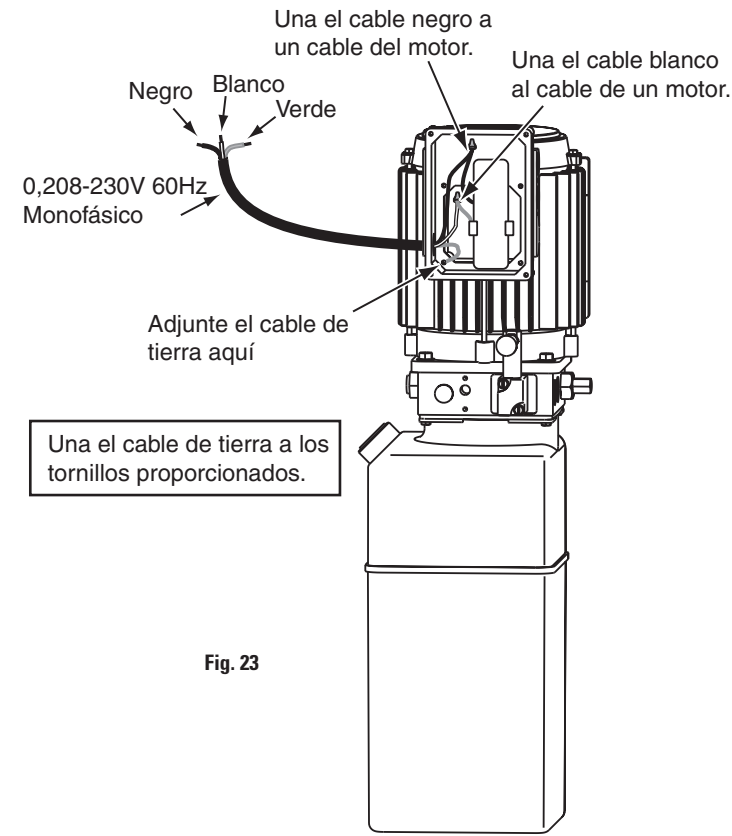

Fig. 23
16. Eléctrico: Haga que un electricista conecte la fuente de alimentación apropiada al motor, Fig. 23, Fig. 24, y la Fig. 24b. El calibre del cable debe ser el adecuado para un circuito de 20 amp. Consulte la Tabla de Datos de Operación del Motor.
IMPORTANTE Utilice circuitos separados para cada unidad de energía. Proteja cada circuito con fusibles de acción retardada o interruptores automáticos. Para sistemas monofásicos de 208-230V, utilice fusibles de 20 amp. Para sistemas trifásicos de 208-240V, utilice fusibles de 15 amp. Para sistemas trifásicos de 400V y más, utilice fusibles de 10 amp. Para el cableado vea la Fig. 23, Fig. 24, y la Fig. 24b. Todo el cableado debe cumplir con NEC y todos los códigos eléctricos.